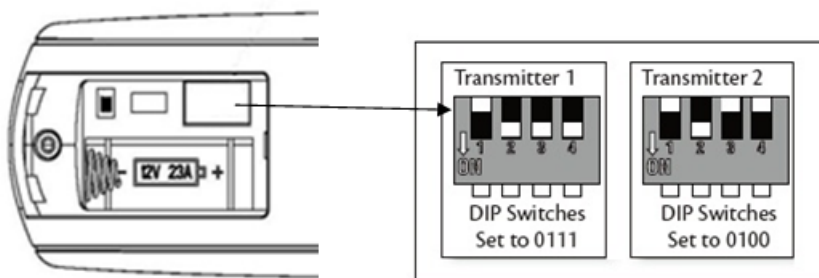

Fig. 11
- Verander de stand van de DIP-schakelaars in de afstandsbediening van zender 1, zodat deze verschilt van die van zender 2. Fig. 11
- Verander de stand van de DIP-schakelaars in de afstandsbediening van zender 2, zodat deze verschilt van die van zender 1. Fig. 11